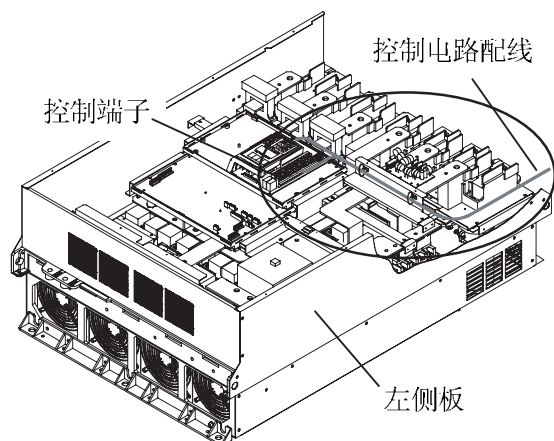

图 2-3-16
- ① 如图 2-3-16 所示, 沿着变频器左侧板引出。
- ② 配线用束线绑带(绝缘扣等)在引出途中使其固定于已有的电缆固定孔上。束线绑带穿过固定孔(3.8×1.5), 所以其尺寸应小于宽 3.8mm 厚 1.5mm。
- ① 和图 2-3-16 一样沿着变频器的左侧板引出。
- ② 使用主回路端子台: L1/R 上方的绝缘夹对配线进行固定。